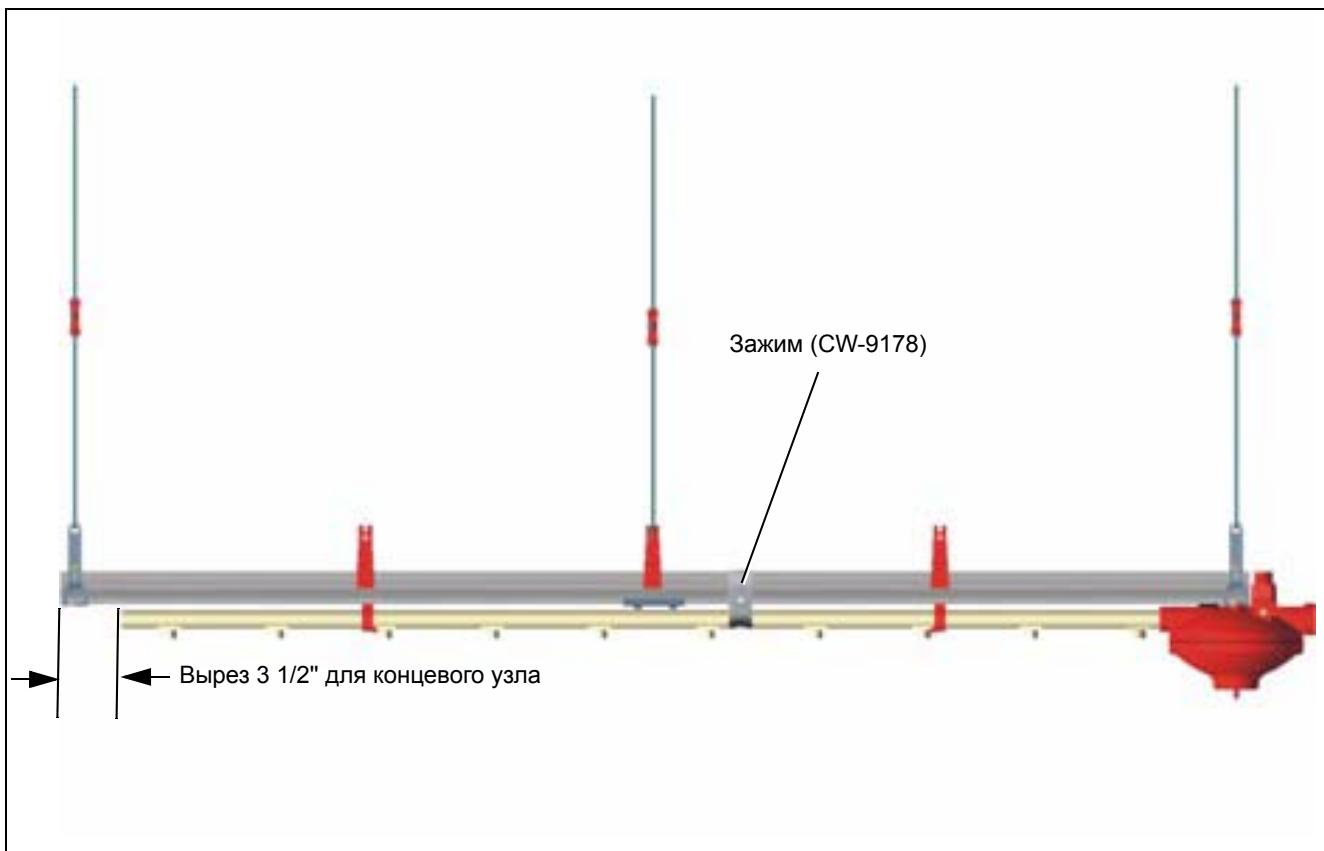

Рисунок 7I
6. Установите конечный отрезок водопроводной трубы, отступите 3 1/2" от алюминиевого рельса и нанесите метку на трубу. Снимите трубу и отрежьте по метке. Вновь установите ее. Это обеспечит пространство для концевого узла. (*См. Рисунок 7I.*)